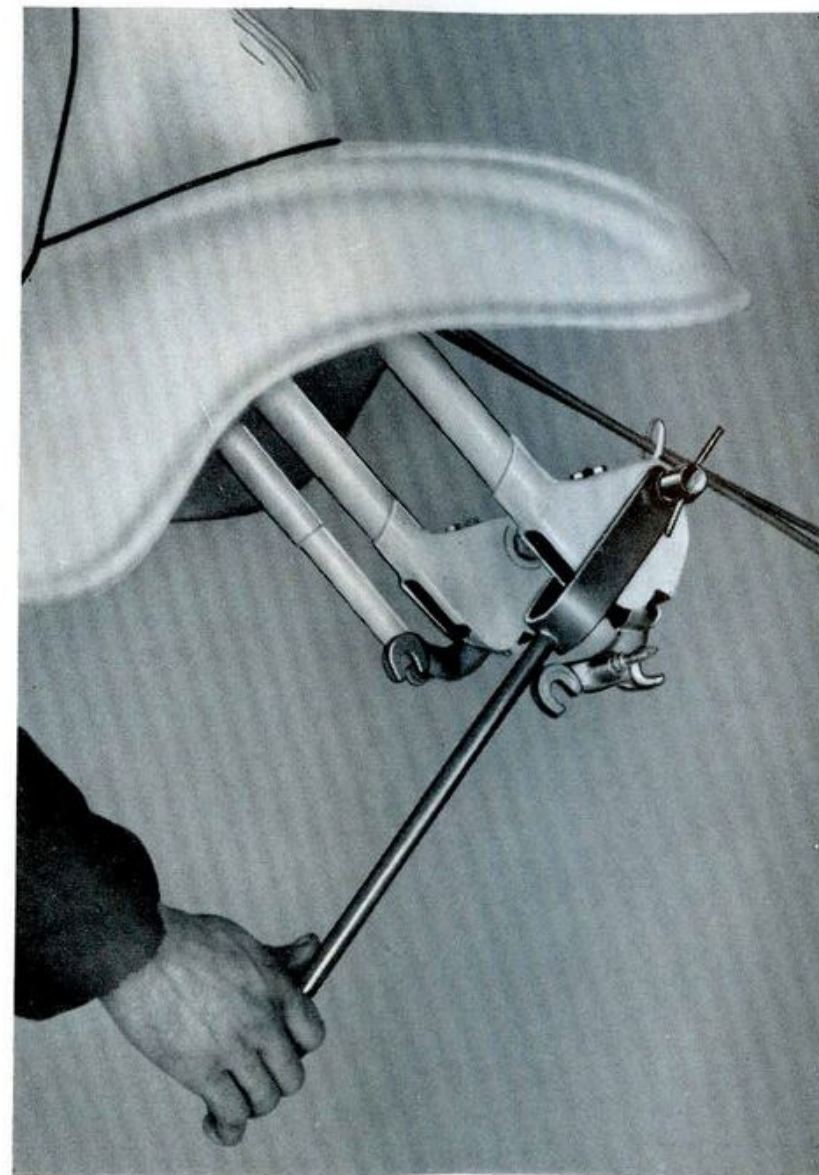

Fig. 36
- » 65 - Smontare le leve portaruota; applicare l'attrezzo n. 58021 e comprimere le molle per estrarre le leve. Vedi fig. 36.